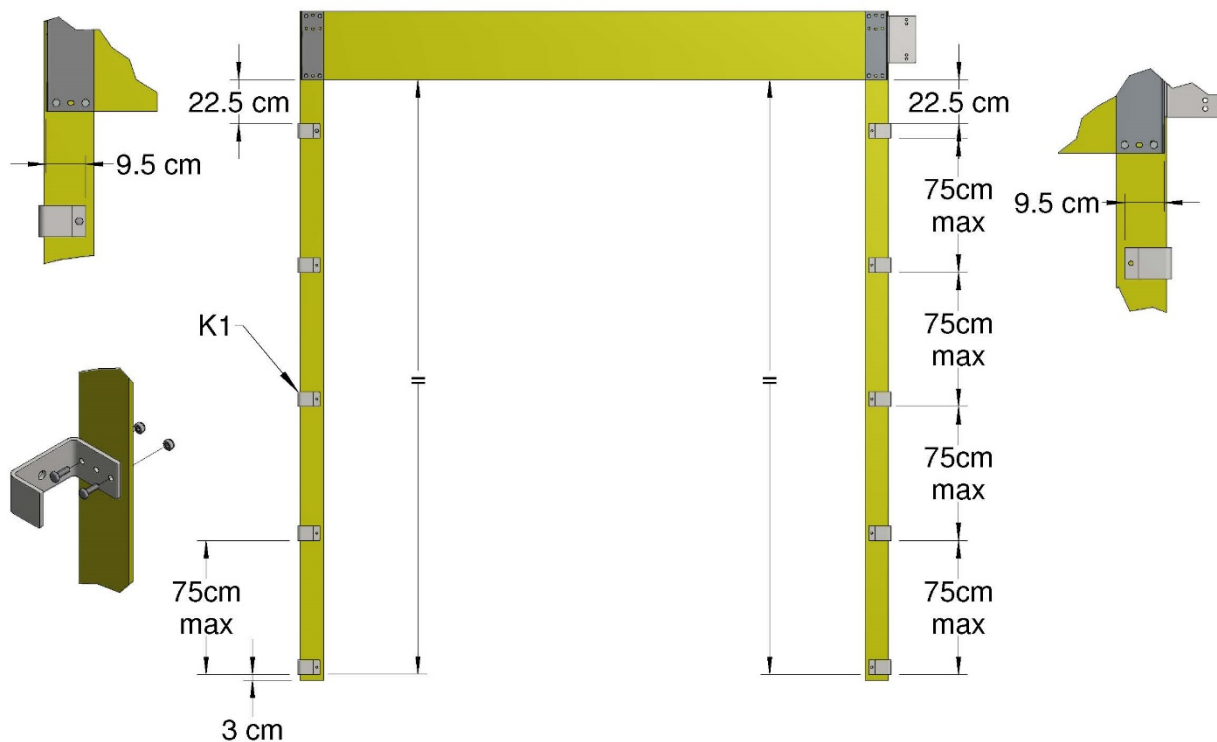

Abbildung 12, Schienenmontagehalterungen
11. Montieren Sie die Schienenmontagehalterungen (K1) unter Verwendung der Schrauben vom Typ M10 x 35 und der entsprechenden Muttern, wie in Abbildung 12 dargestellt, mit Mittelstücken von max. 75 cm am Gebäude. Stellen Sie sicher, dass die Halterungen ausgerichtet und vertikal sind. Der Innenrand der Halterung ist 9,5 cm von der Außenoberfläche der oberen Halterung entfernt.